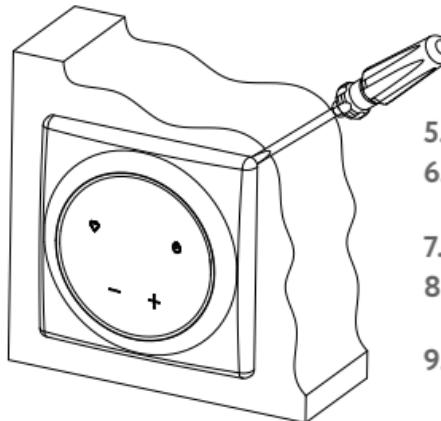

Abb. 8
2. Führen Sie ihn in die Ecke zwischen dem OneKeyElectro-Rahmen und der Wand ein (Abb. 8)